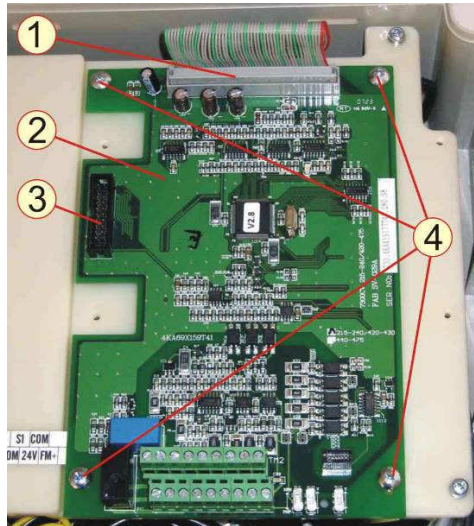

Рис.7.3
**7.3.1** Взять плату 2, установить на монтажную панель, вкрутить четыре самонарезающих винта 4 (рис.7.3).
**7.3.2** Соединить розетку плоского кабеля платы драйверов с вилкой CON3 на плате центрального процессора (рис.7.3).